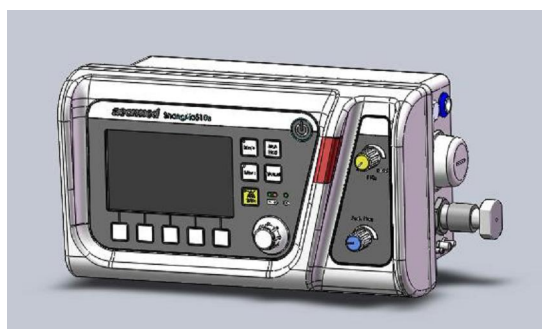

Figura 3-22
8. Realize a calibração, como mostrado na Figura 3-22.